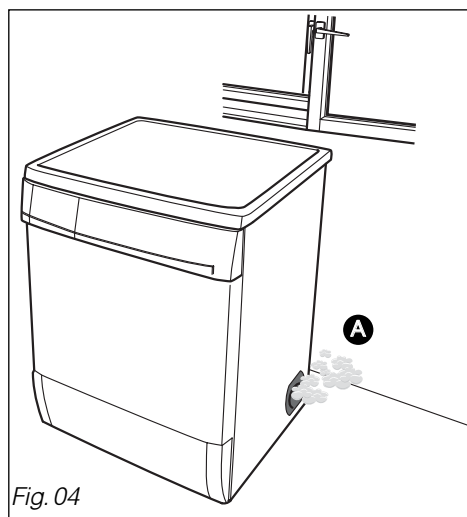

Fig. 04
• Soit directement dans la pièce : (Fig. 04) **A**